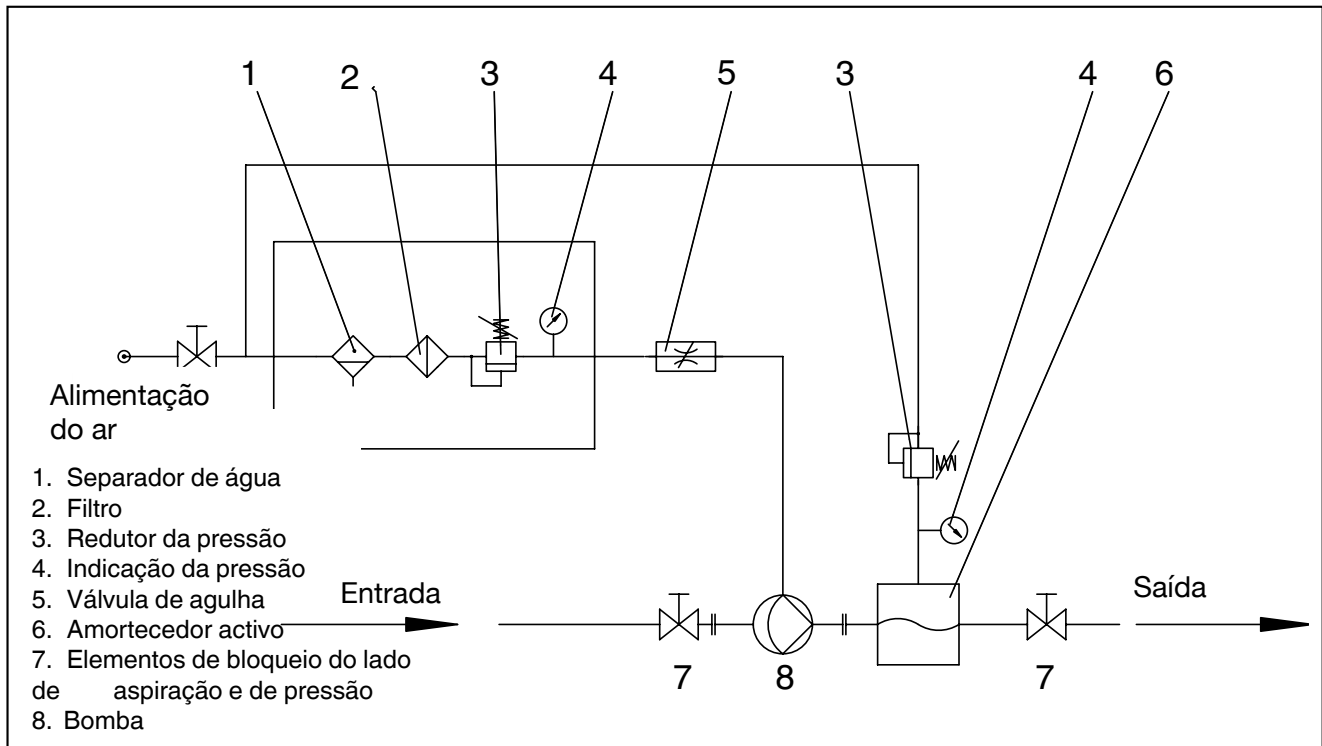

Abb. 4: Exemplo da instalação de uma bomba
**Aviso: Recomenda-se a montagem de uma mangueira (tubo) flexível, resistente a deformações e pressão ou um (Fig. 4) compensador no lado de aspiração e de pressão da bomba. Esta/e previne que vibrações de pulsação sejam transmitidas para a bomba.**